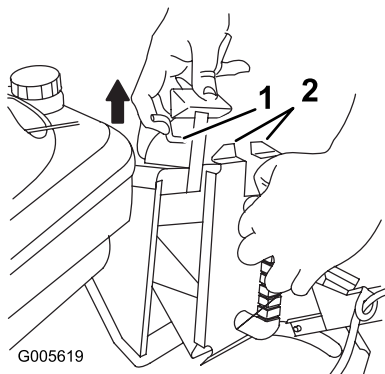

Figura 23
3. Alzate il fermo sulla maniglia dello sportello e spingete completamente dentro la parte superiore del coperchio mentre tirate indietro la maniglia dello sportello (Figura 23).
4. Rilasciate il fermo dello sportello finché non si aggancia sulle linguette dello sportello (Figura 23).